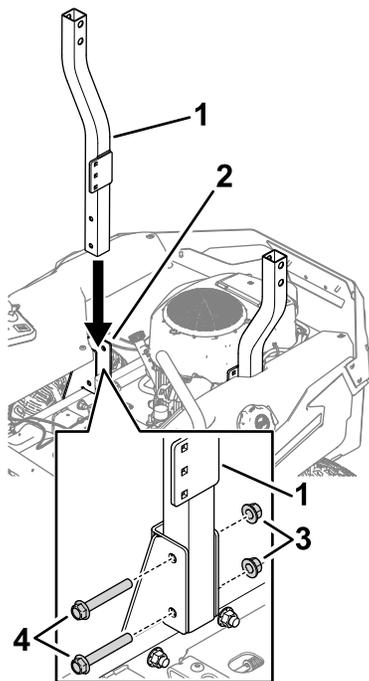

Bild 6
- Setzen Sie ein unteres Überrollbügelrohr in die Halterung des Überrollschutzes ein und befestigen Sie es mit zwei Sechskantschrauben ($\frac{1}{2}$ x $3\frac{1}{2}$ ") und zwei Sicherungsmuttern ($\frac{1}{2}$ "), wie in **Bild 6** dargestellt. Wiederholen Sie den Vorgang auf der anderen Seite.